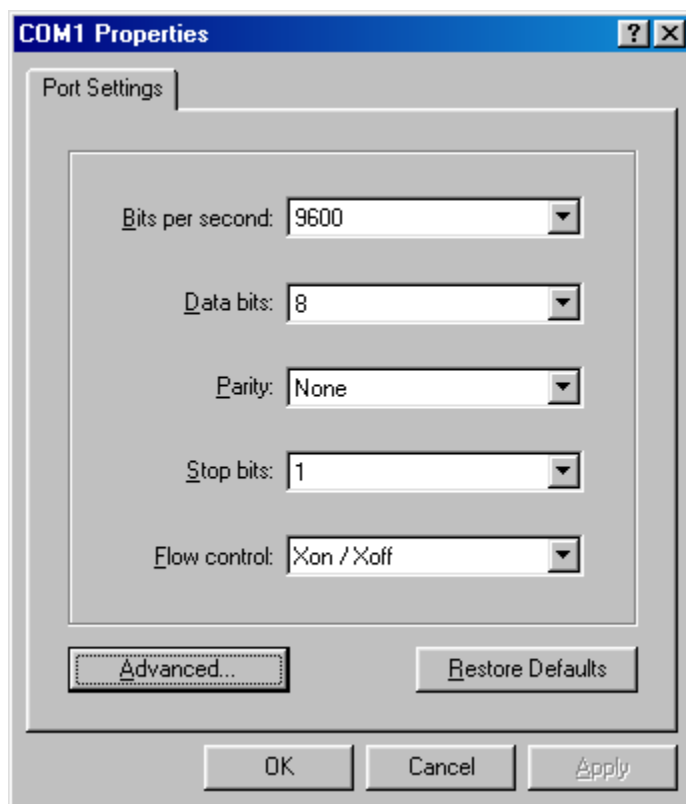

図 11 Microsoft Windows の「COM1 Properties」ダイアログボックス
- v. 図 11 に示したようにパラメタを選択し、「OK」をクリックします。